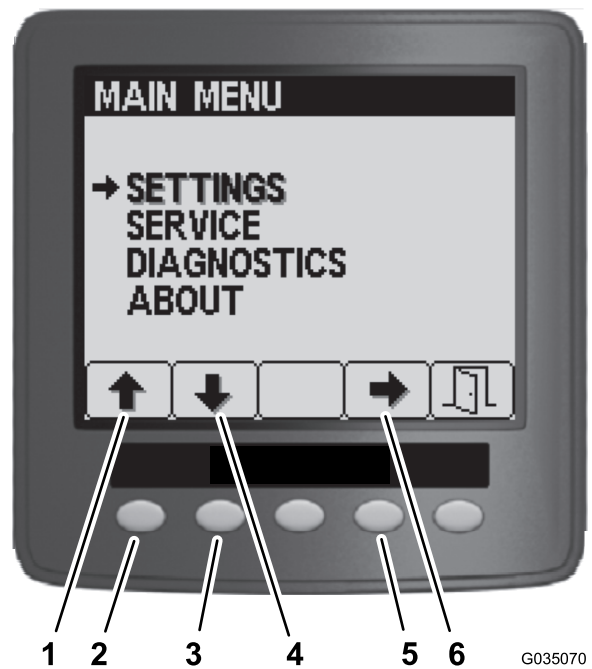

Рисунок 150
3. На экране Main Menu (Главное меню) с помощью кнопок 1 или 2 перейдите к пункту Settings (Настройки), затем нажмите кнопку 4, чтобы выбрать меню Settings (Настройки) (Рисунок 150).